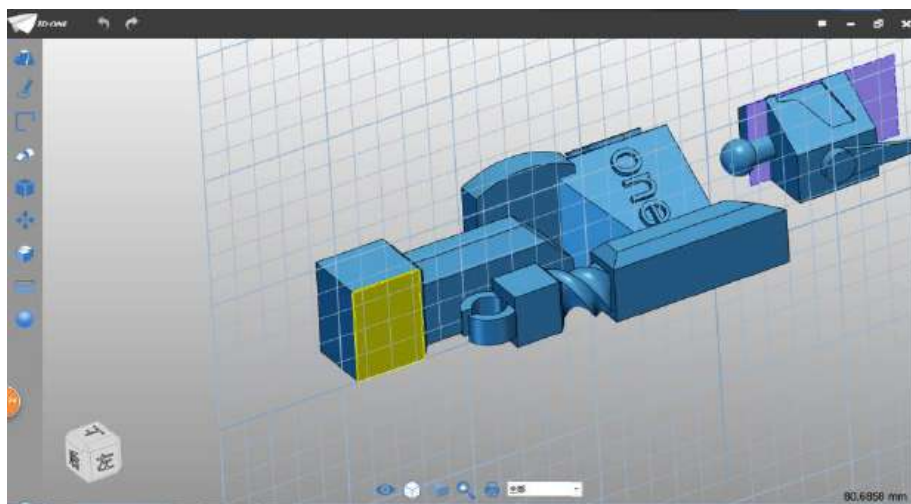

图 4-11
Step 11 点击确定，完成倒角。选择草图直线命令，草图绘制平面选择如下图 4-11 所示：